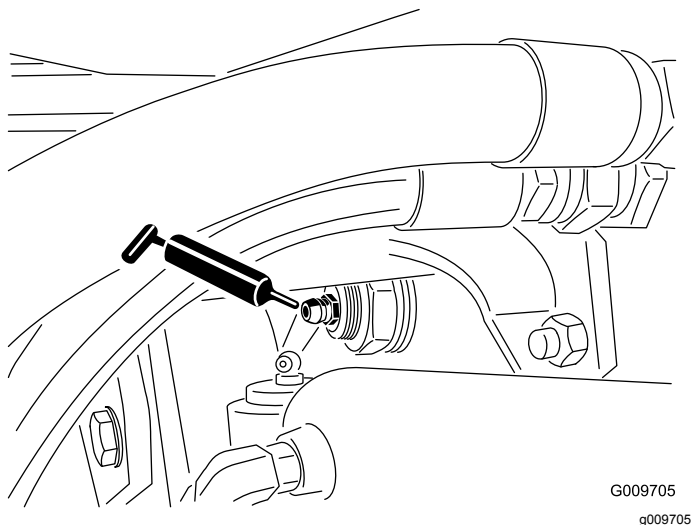

Figure 34
- Bagues de pivot d'essieu arrière (2), comme montré à la Figure 34.